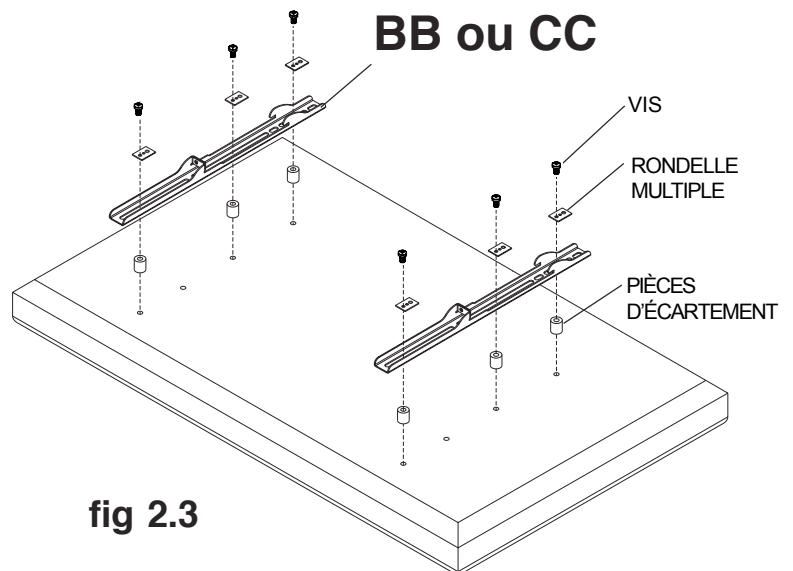

fig 2.3
- 2** Pour éviter de rayer l'écran, placez un chiffon sur une surface plate et horizontale capable de soutenir le poids de l'écran. Placez l'écran sens dessus dessous. Si l'écran est muni de boutons à l'arrière, enlevez-les pour pouvoir fixer les supports adaptateurs. Placez les supports adaptateurs (**BB** ou **CC**) à l'arrière de l'écran, alignez-les sur les trous et centrez-les sur l'arrière de l'écran, comme illustré à la figure 2.1. Fixez les supports adaptateurs à l'arrière de l'écran à l'aide d'un ensemble approprié de vis, de rondelles universelles et de pièces d'écartement, comme illustré à la figure 2.3.